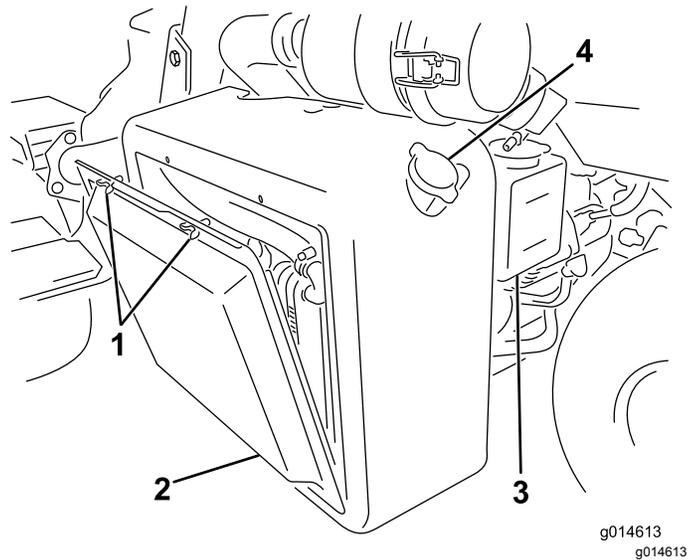

Figura 56
1. Retire o painel do radiador (Figura 56).